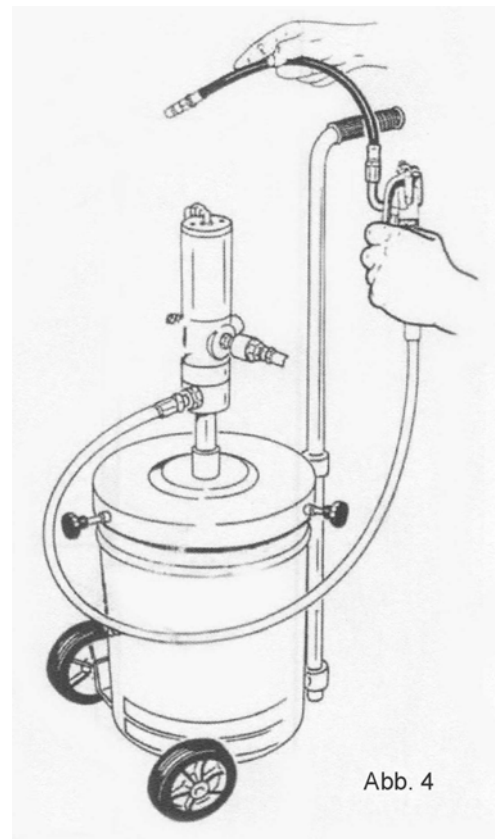

Abb. 4
- 2.4. Montieren Sie nun am Doppelnippel des Pumpenausganges den beiliegenden Hochdruckfett Schlauch in PN 400 mit DN 6 (Standardlänge 3 m). Dann die Pistole mit dem Z-Gelenk oder den Kugelhahn am freien Ende des Panzerschlauches wie in Abbildung 4.